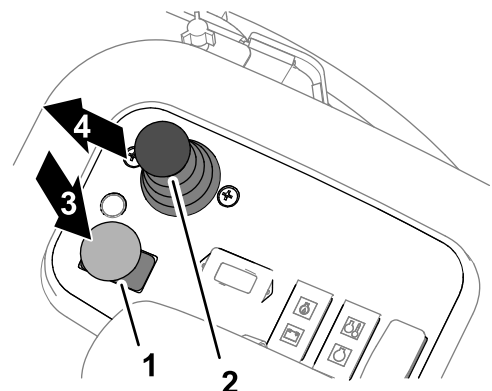

Bild 34
1. Aktivieren Sie die Feststellbremse und stellen Sie den Mähwerk-Antriebsschalter in die AUSGEKUPPELT-Stellung (Bild 34).